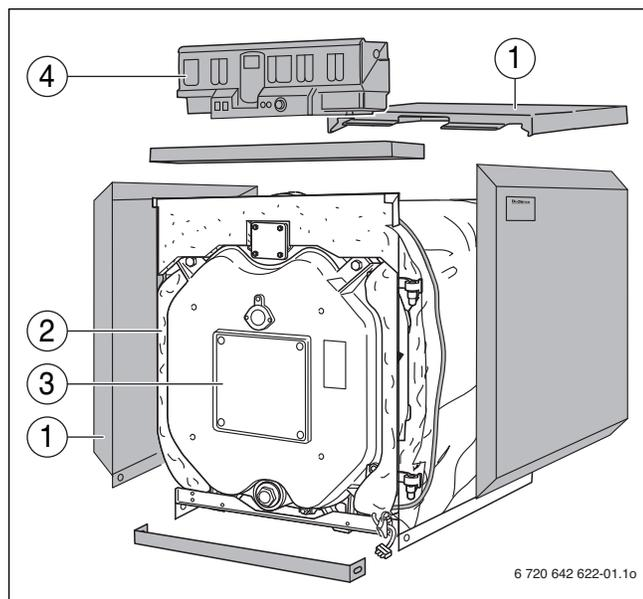

Fig. 1 Chaudière à combustion fioul/gaz Logano G315
- Bloc chaudière (→ fig. 1, [3])
- Jaquette de chaudière avec habillage (→ fig. 1, [1]) et isolation thermique 3" (→ fig. 1, [2])
- Appareil de régulation (→ fig. 1, [4])